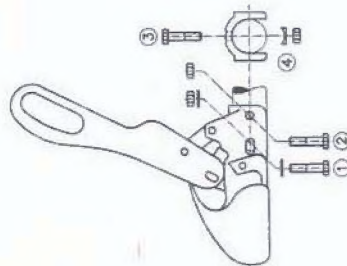

Bild 3: Anschluss
Die Zugkugelpkupplungen WS 3000-H/LB sind spezielle Ausführungen für Auflaufbremsen und werden mit Kreuzschraubung (1)+(3) und dem Lochabstand 40 mm montiert. (Bild 3) Das Befestigungsmaterial gehört nicht zum Lieferumfang.
2.2 Wird die Zugkugelpkupplung WS 3000/3500 als Ersatz für einen anderen Kupplungstyp eingesetzt, so ist bei Aufbaueinrichtungen darauf zu achten, daß der Stoßdämpfer wieder vor-schriftsmäßig montiert und evtl. im Zugrohr vorhandene Distanzrohre korrekt aufgefädelt werden. Als Hilfsmittel bei der WS 3000-D bitte die mitgelieferten Bolzen Ø 12x34 mm oder Ø 12x49 mm je nach Deichseldurchmesser verwenden. Bei der WS 3500-D Ø 14x58 mm. Bolzen als Durchschlag bei der Demontage der Befestigungsschraube (2) oder (3) (Bild 3) je nach Befestigungsart des Stoßdämpfers verwenden und während der Montage/Demontage der Zugkugelpkupplung zur Zentrierung des Stoßdämpfers im Zugrohr stecken lassen. Beim Durchstecken der neuen Befestigungsschraube, Bolzen wieder entfernen.